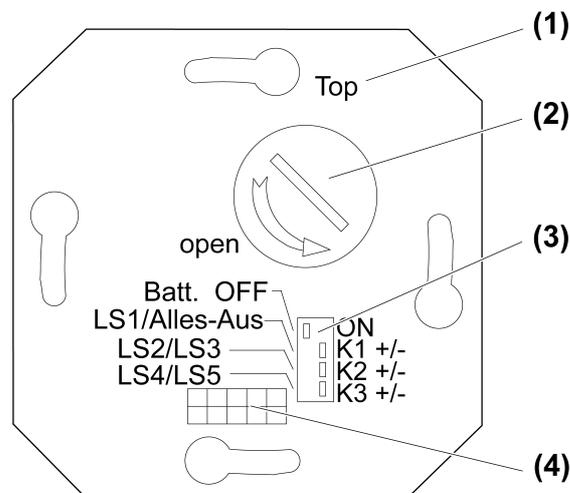

Bild 1
- Schalter **Batt.** (3) nach rechts in die Position **ON** schalten.
- Funktion der Tasten gemäß folgender Tabelle mit den Funktionsschaltern (3) auswählen (Bild 1).